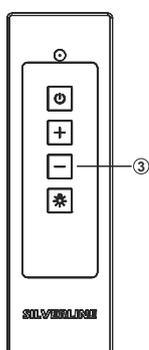

Fig. 24
2. ➤ Premere il tasto (-) sul telecomando per diminuire la rotazione del dispositivo (Fig. 24).